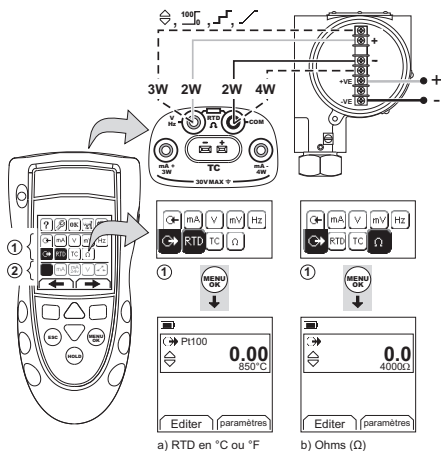

**Figure 7 : Exemple de configuration - mesure de la température ou de la résistance**
1. Raccordez l'instrument (Figure 7 et Figure 8) et, si nécessaire, réglez le menu Config. (Tableau 1).